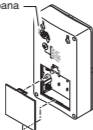
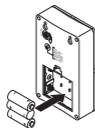

Figura 2
Figura 3
2. **Coloque las 3 pilas alcalinas "AA".** Presione el seguro en la parte de atrás de la campana y levante la tapa de la pila (vea la Figura 2). Instale 3 baterías alcalinas "AA" (no se incluyen) en la campanilla. Asegúrese de que las baterías estén instaladas según el diagrama del interior de la campanilla (vea la Figura 3). Volver a colocar la puerta de acceso de la batería sobre la parte posterior de la campanilla.
4. **Ajuste el control del volumen al volumen deseado (vea la Figura 2).**